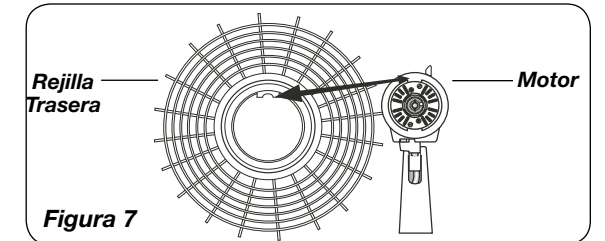

Figura 7
1. Inclinarla **Cabeza del Ventilador** hacia atrás. Coloque la **Rejilla Trasera** en el **Motor**. (*Figura 7*)